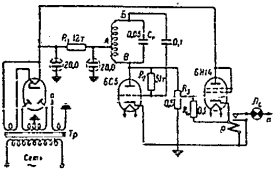
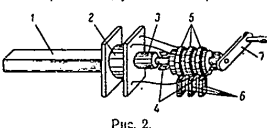

Рис. 1.
Рис. 2.
Описываемое ниже приспособление к намоточному станку позволяет выявлять короткозамкнутые витки непосредственно в процессе намотки провода. Под основание намоточного станка монтируется электрическая схема (рис. 1), а воздушная ось перестраивается в соответствии с рис. 2. О появлении короткозамкнутого витка сигнализирует специальная лампочка.
Все детали схемы, за исключением контурной катушки  $L_c$  и сигнальной лампочки  $L_c$ , располагаются и монтируются под основанием станка. Контурная катушка (2) одевается и наглухо крепится на воздушной оси станка (1) (рис. 2). Для обмотки катушки, состоящей из двух секций  $A_1B_1$  и  $A_2B_2$  используется провод ПЭЛ (ПЭВ) 0,25 мм. Секция  $A_1B_1$  имеет примерно 500 витков, секция  $A_2B_2$  — 1000 витков.